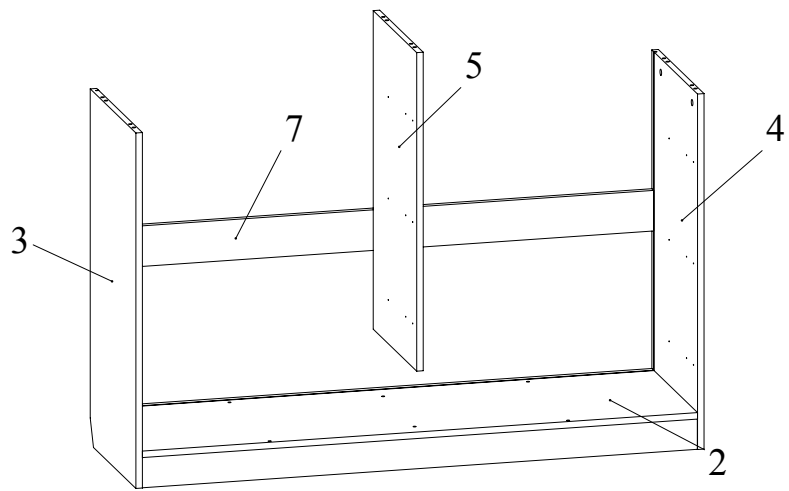

Рис.7
- Соединить при помощи конфирматов 7x50 боковину 5 с дном 2 (Рис. 7).